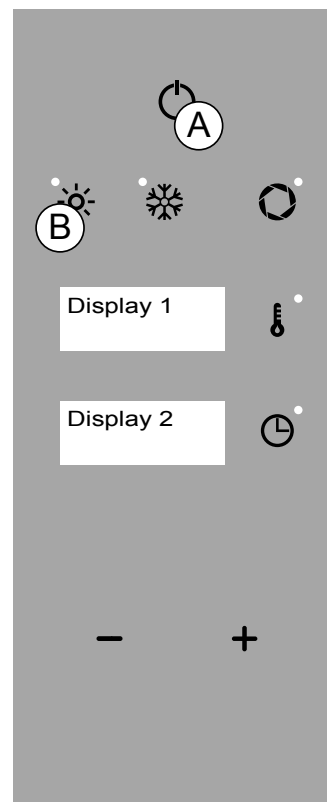

Fig.1
- Tilstanden „SLUKKET“: Visning af uret (fig.1 Display 2).
- Tilstanden „STAND BY“: Visning af ovnens navn og uret (fig.1 Display 1 e 2).
- Tilstanden „HOVEDMENU“: Funktionen „CONVEKTION“ aktiv (fig.1/B), temperatur 180° C (fig.1 Display 1) og tiden 0:00 (fig.1 Display 2).
I tilstanden „valg af funktion“ eller „valg af parameter“ vil ovnen efter 5 minutters inaktivitet gemme den viste funktion eller værdi (fig.1 Display 1-2).
Når den indstillede tid er gået vises teksten „SLUT“ blinkende (fig.1 Display 1-2).
Tryk to gange på tasten „ON/OFF“ (fig. 1/A) for at vende tilbage til tilstanden „STAND BY“.